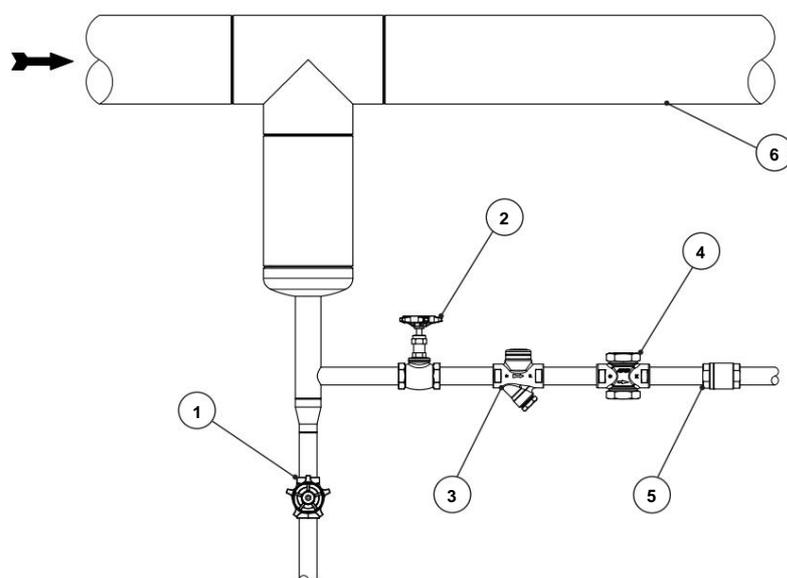

Figura 2
- Consultando estas Instruções de Instalação e Manutenção (IMI), Ficha Informativa (IS) e placa de identificação, verifique se o produto é adequado à instalação pretendida: temperatura, meio, pressão, temperatura, etc. – ver seção 1.2 – Pretendido usar.
- Uma instalação típica é mostrada na Figura 2. A válvula de retenção é necessária para evitar o refluxo ao descarregar para uma linha de retorno fechada.